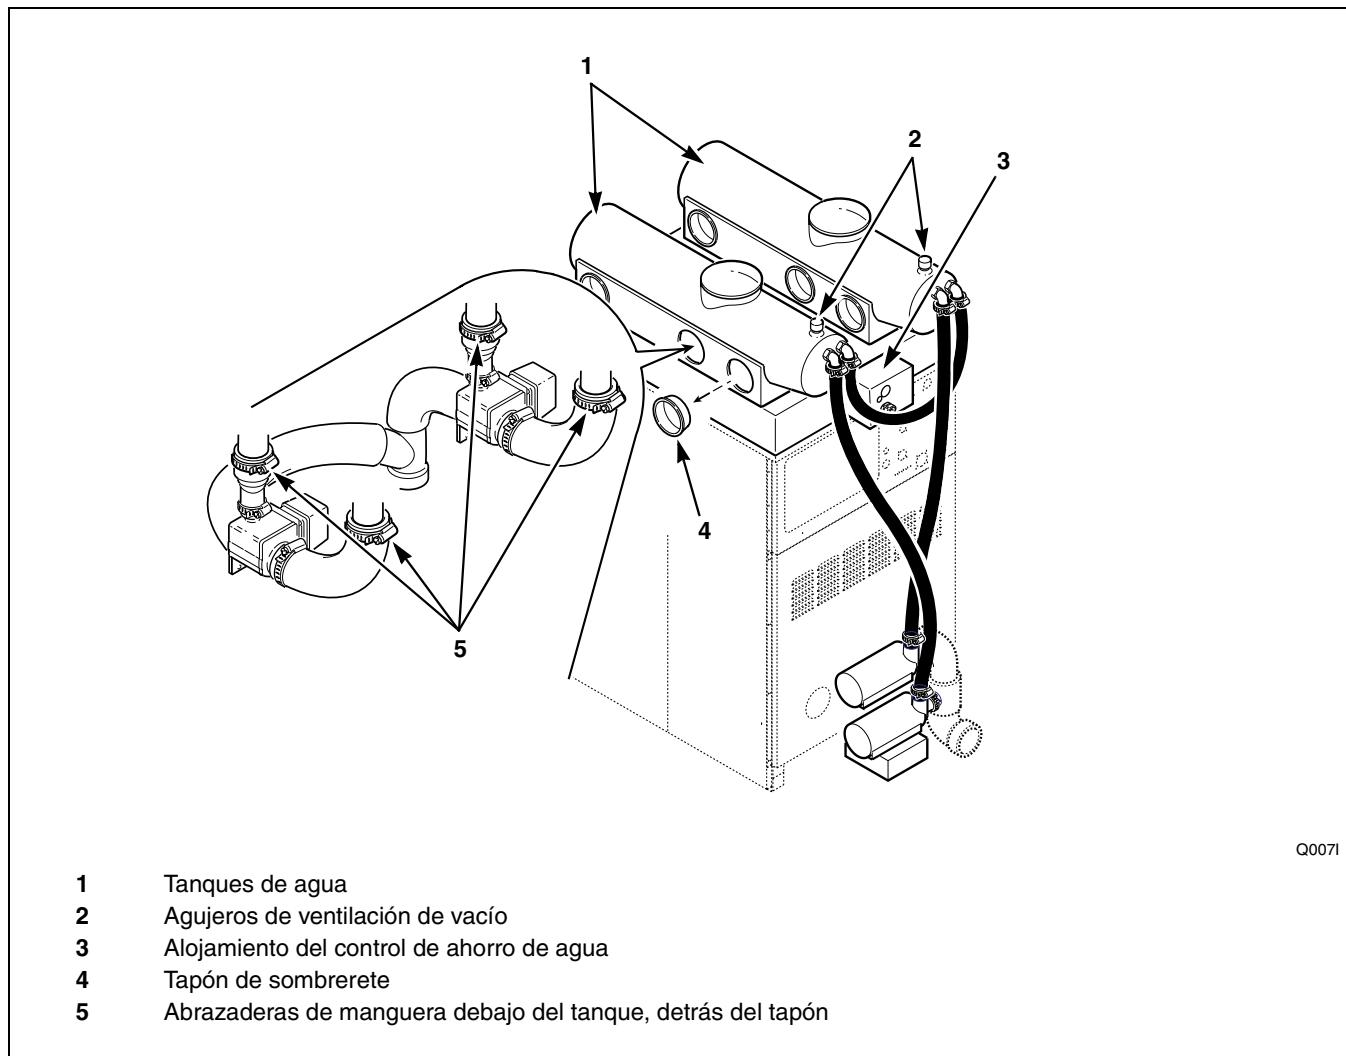

Figura 8
- Afloje la tuerca de la parte trasera del protector contra tiroles PG9, ubicado en la parte posterior del módulo de control de la lavadora extractora. Consulte la Figura 8. Haga pasar los cables de alimentación trifásica y el cable verde de tierra a través del protector contra tiroles, recogiendo el exceso de cable dentro del módulo de control, y dejando una longitud suficiente para la conexión al boque de terminales de alimentación de entrada y de tierra.
- b. Encamine los dos cables de conexión del motor al alojamiento de control del WSS (ver *Figura 8*). Deslice los conectores hacia dentro y enrósquelos hasta que queden bloqueados. Los receptáculos y cables de bomba están marcados “PA” y “PB”. Consulte la *Figura 7*.
- Saque los tres tapones de sombrerete (dos de ellos ubicados cerca de la parte posterior, y el otro ubicado cerca de la parte frontal), por cada lado de los tanques. Consulte la *Figura 8*.
- Afloje las dos abrazaderas de manguera acopladas por la parte inferior trasera de cada tanque. Consulte la *Figura 8*.